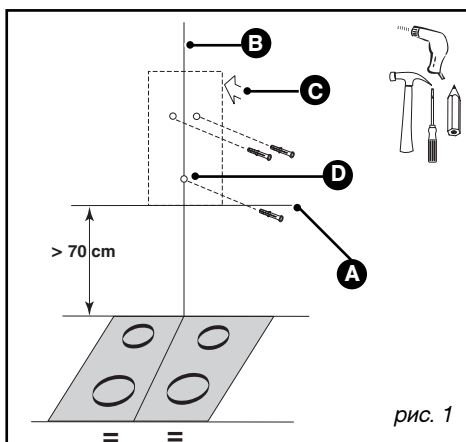

рис. 1
– Установите винт блокировки подъема (D/рис. 1)